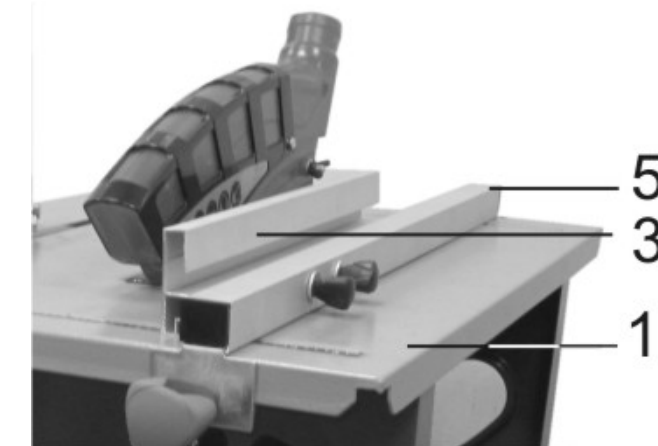

Рис. 11
10.6. Установка параллельного упора на нужный размер (Рис.11)
**ВНИМАНИЕ:** Для минимизации отдачи параллельный упор (5) должен быть выставлен параллельно пыльному диску (23).
10.6.1. Установите параллельный упор (5) с закреплённой на нем направляющей (3) по разметке шкалы, нанесённой на рабочем столе (1), см. п.п. 8.10.-8.11., Рис. 11.